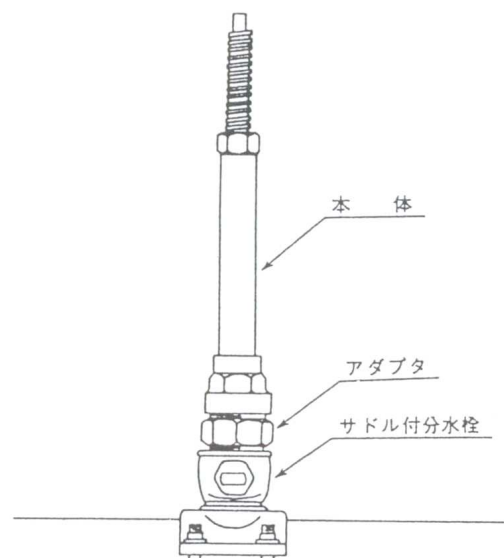

図 7
⑨アダプタに本体をパイプレンチでしっかり締め付ける。
⑩各部品の接続状態を確認する。(図 7)